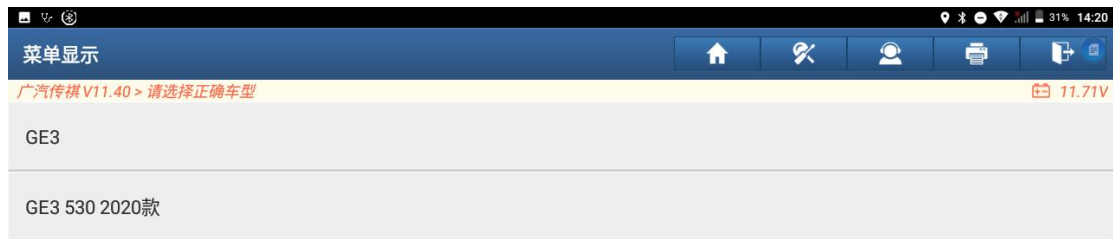

图 4
3. 根据车辆铭牌选择正确年款的车型，选择【GE3】菜单，如图 4: